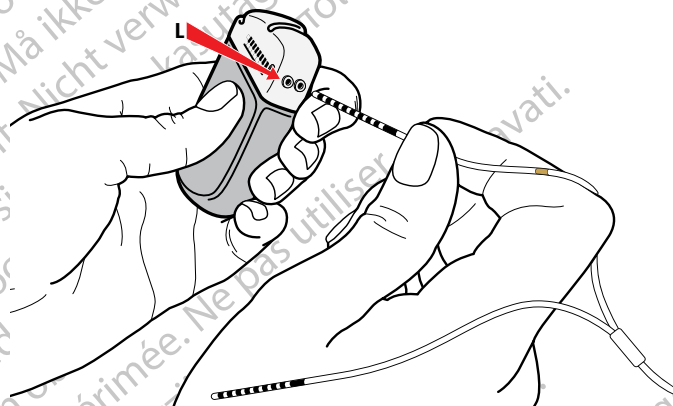

Рисунок 35. Подключение к порту L ИГИ
- а. Подключите шлейф удлинителя левого полушария с золотистой полоской маркировки к порту L (или C) (Рисунок 35).